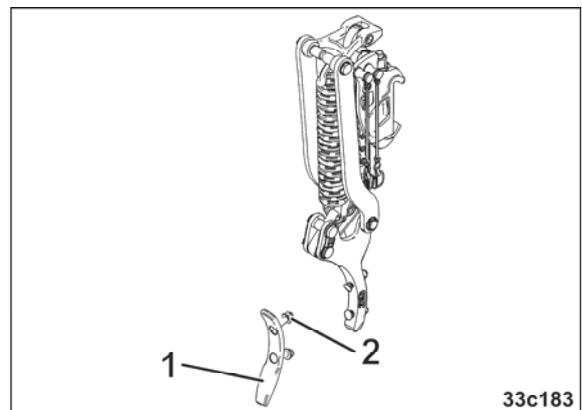

Fig. 166
1. Muttern lösen (Fig. 166/2)
2. Spurlockerer-Scharspitzen austauschen (Fig. 166/1)
3. Muttern anziehen (Fig. 166/1)